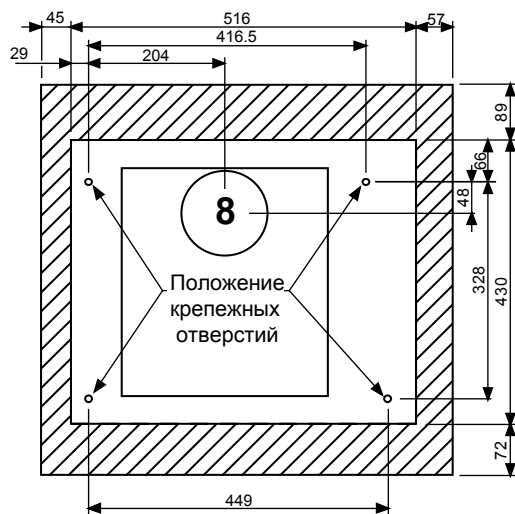

Рис. 7(F 8S)
2. Выберите местоположение агрегата. Используя прилагаемый шаблон, разметьте положение дымохода и четырех крепежных отверстий. Убедитесь, что вы держите шаблон вертикально (рис.7 или 8 в зависимости от модели).